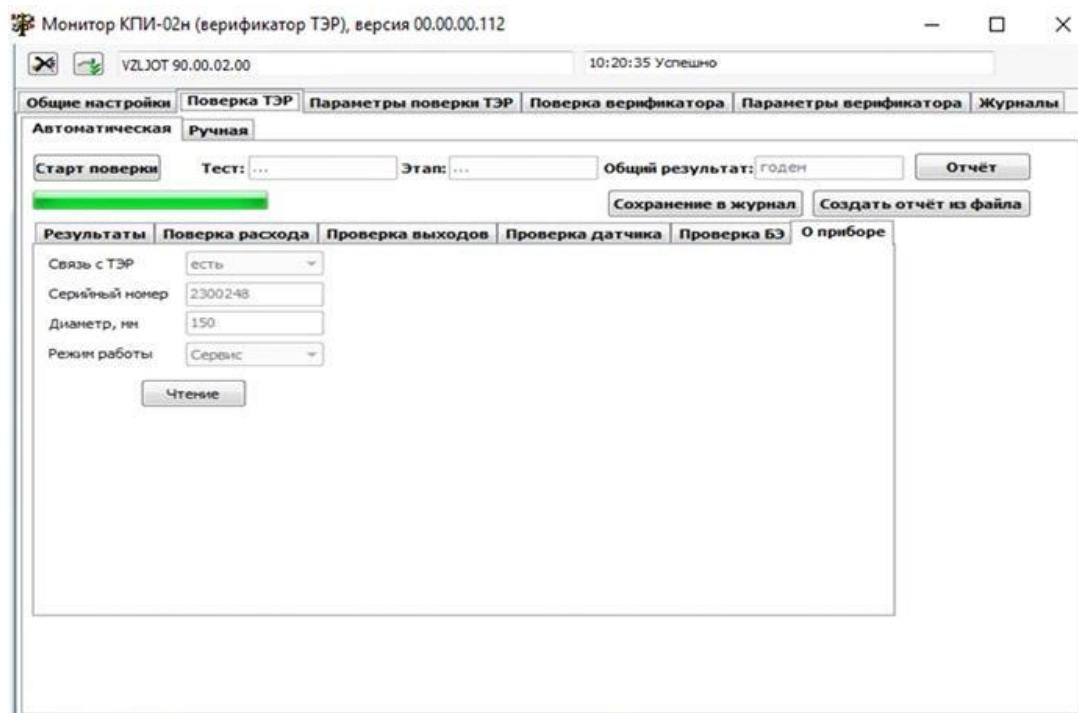

Рис.16. Окно «О приборе» вкладки «Поверка ТЭР».
4.2.3. По окончании поверки в окнах **Поверка расхода**, **Проверка выходов**, **Проверка датчика**, **Проверка БЭ** можно считать результаты всех проведенных измерений и тестов. В окне **О приборе** отображается информация о поверяемом расходомере (рис.16).